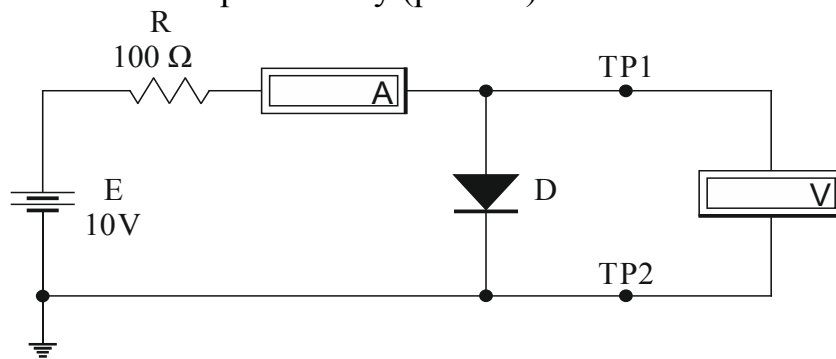
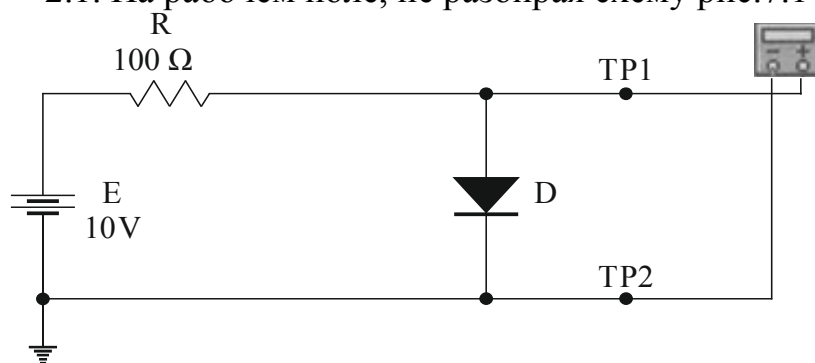

Рис.7.1.
Рис. 7.2.
1.1. На рабочем поле собрать схему (рис.7.1)
2.1. На рабочем поле, не разбирая схему рис.7.1 собрать схему (рис.7.2)
3.1. Прямая ветвь ВАХ. Включить схему рис.7.1. Последовательно устанавливая значения ЭДС источника равными 5 В, 4 В, 3 В, 2 В, 1 В, 0.5 В, 0 В измерить прямое напряжение и прямой ток диода. Показания приборов занести в таблицу 7.4.
3.2. Обратная ветвь ВАХ. Перевернуть диод (рис.7.1). Включить схему.